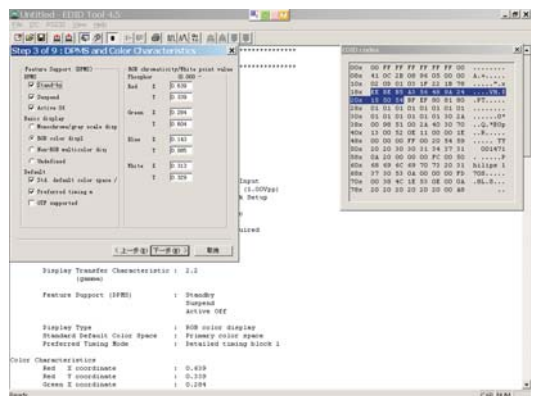

Fig. 12
2. Click Next, bring up Fig. 12.